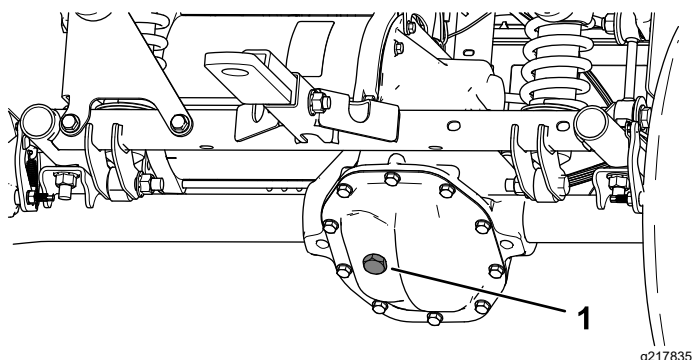

Figura 52
- Îndepărtați bușonul de umplere de la cutia de viteze (Figura 52).
5. Dacă nivelul lichidului este scăzut, scoateți buonul de umplere și adăugați lichidul specificat până când acesta iese din orificiu (Figura 52).
4. Îndepărtați buonul de umplere de pe cutia de viteze și umpleți-o cu lichidul specificat până când iese din orificiul de umplere (Figura 52).